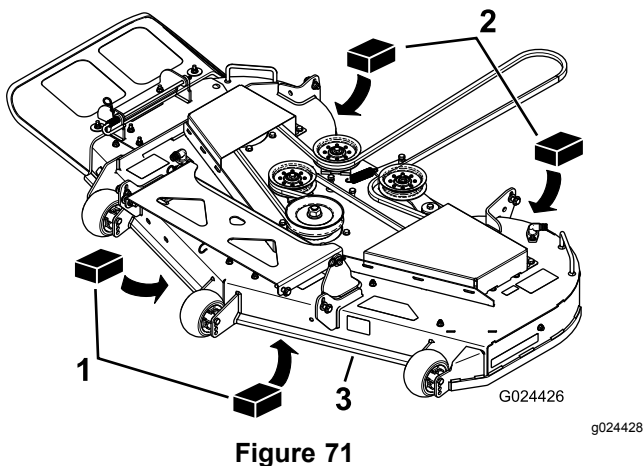

Figure 71
3. Placez 2 cales de 6,6 cm d'épaisseur sous chaque côté du bord avant du plateau de coupe, mais pas sous les supports des galets anti-scalp (Figure 71).
4. Placez deux cales de 7,3 cm d'épaisseur sous le bord arrière de la jupe du plateau de coupe, une de chaque côté (Figure 71).